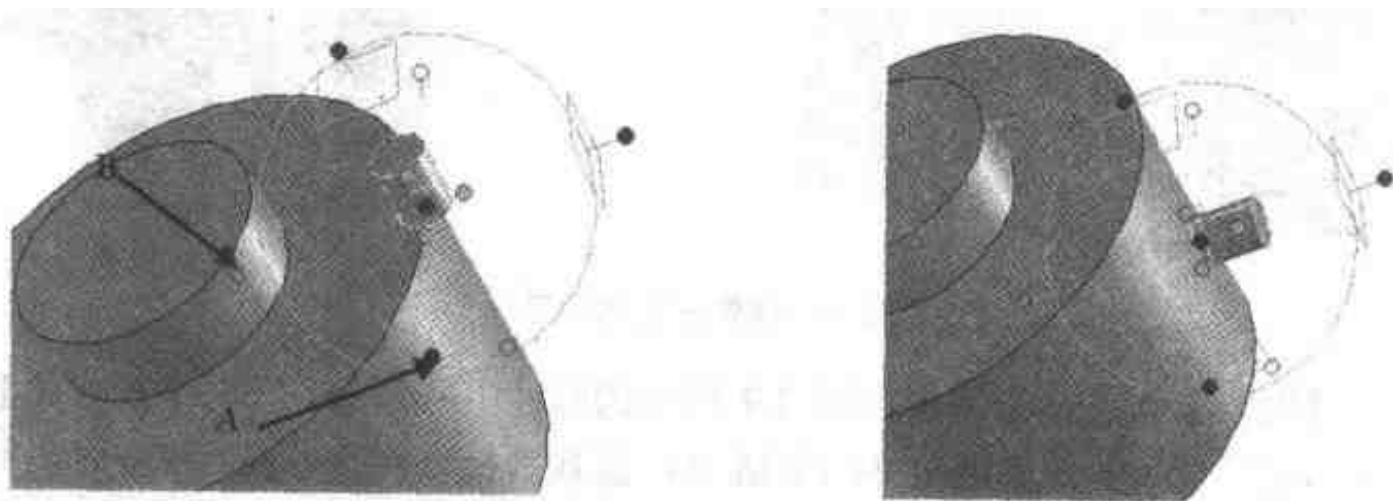

图 2.5 定位图素
- (4) 向第一个圆柱体的边缘高亮点拖放一个【圆柱体】智能图素，打开【三维球】。
(5) 沿如图 2.5 所示的轴 A 将新拖入的圆柱体顺时针旋转 90°，再右击手柄 B 并选择【移动】命令，在【距离】文本框中输入“115”，单击【确定】按钮，结果如图 2.5 右图所示。